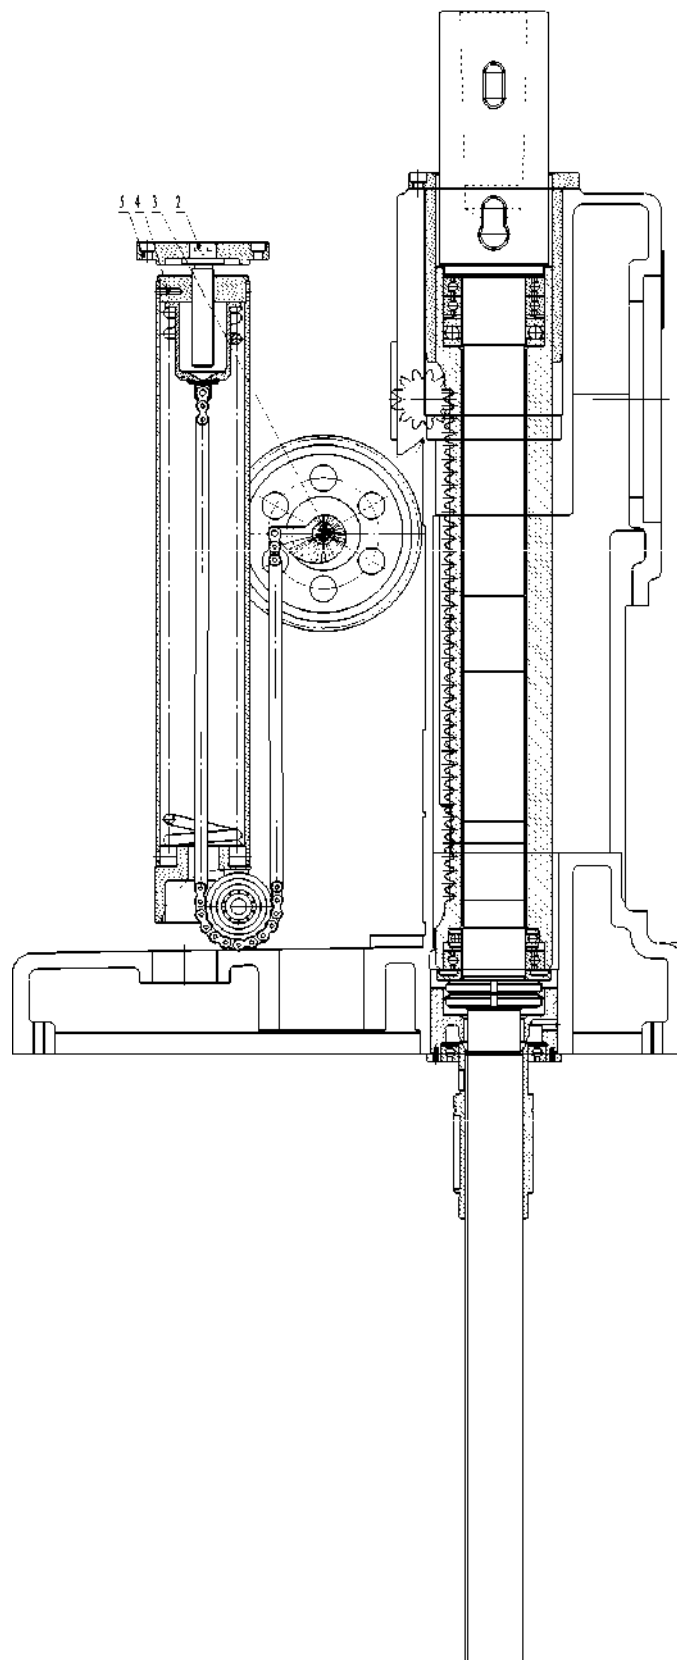

Рис. 10-5 Шпиндель и балансировка
5. Шпиндель и балансировка (Рис. 10-5)